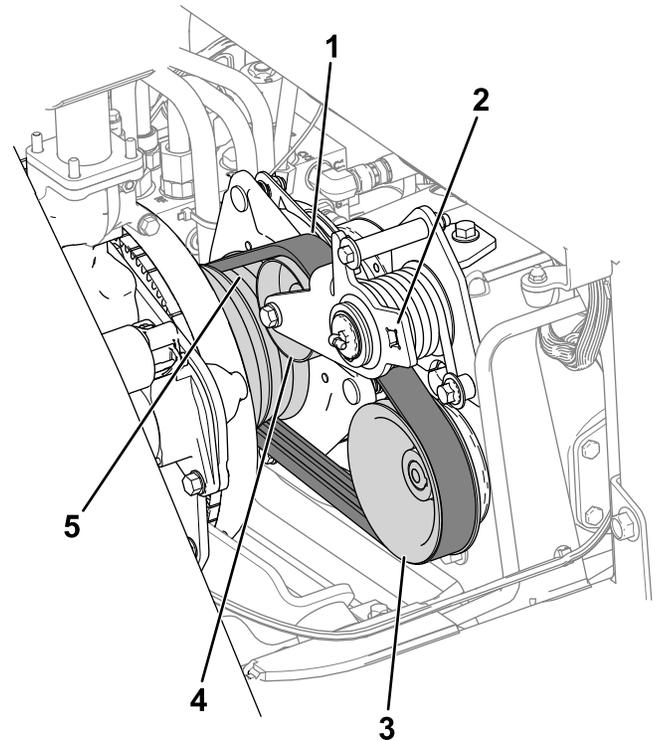

Figura 1
1. Utilizando um roquete, liberte a tensão da correia de tração (Figura 1).
2. Remova a correia da polia intermédia (Figura 1).
7. Instale a correia na polia intermédia (Figura 1).